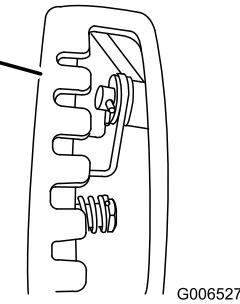

Bild 14
**Hinweis:** Das Einbauen ist einfacher, wenn Sie durch die Öffnung im Geschwindigkeitsschalthebel schauen (Bild 14).